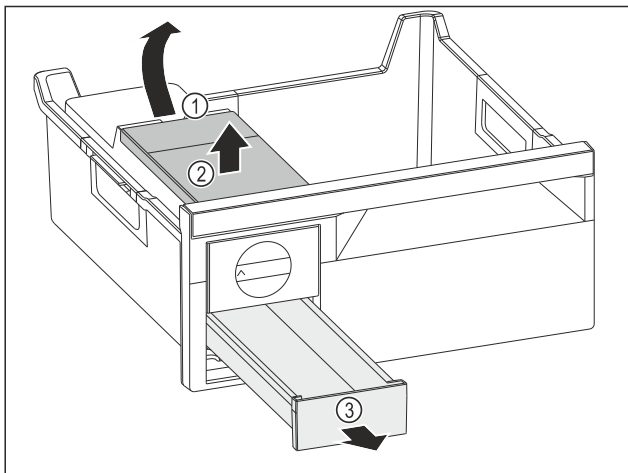

Fig. 73
- ▶ Vađenje spremnika za vodu: Podignite spremnik za vodu na otvoru Fig. 73 (1).
- ▶ Izvadite spremnik za vodu Fig. 73 (2) prema gore.
- ▶ Izvadite ladicu Fig. 73 (3) prema naprijed.